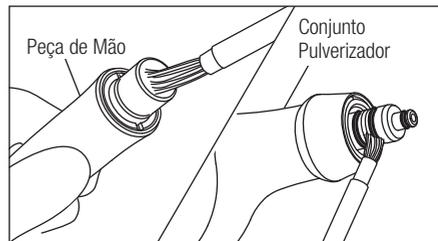

Fig. 17
- 1) Remova o pó das ligações da peça de mão e do conjunto pulverizador e da secção do anel regulador. Limpe o interior da conexão da peça de mão com a escova de limpeza fornecida (Fig. 17: Esquerda). Limpe as ligações do estojo da mesma forma com a escova de limpeza fornecida (Fig. 17: Direita).